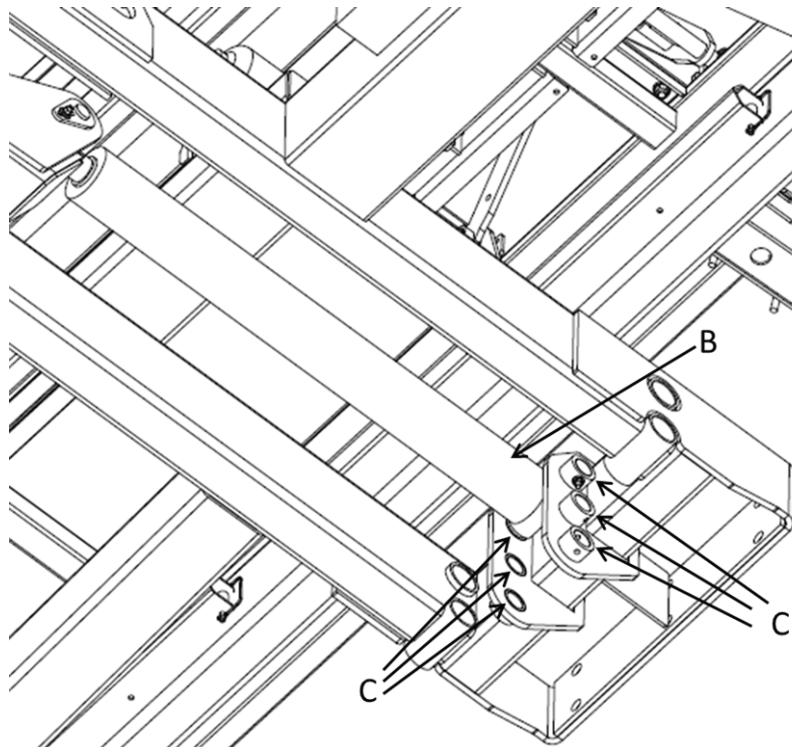

Figure 14 – Ajustement de la hauteur de la base du cylindre
6. Ajustez la hauteur du cylindre en alignant sa base (B) avec les trous (C) appropriés (voir la
- Figure 14 – Ajustement de la hauteur de la base du cylindre).